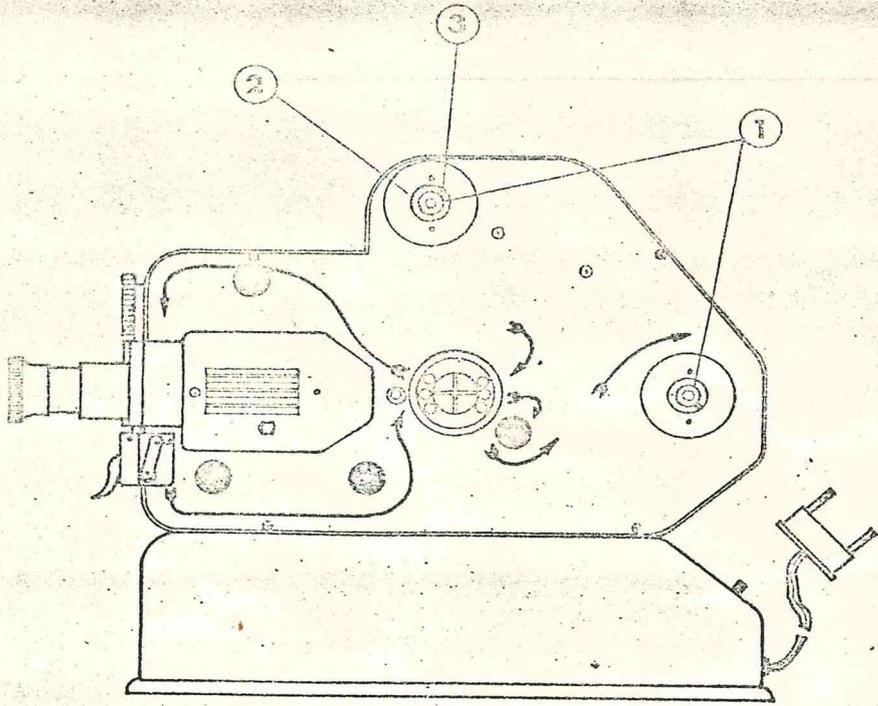
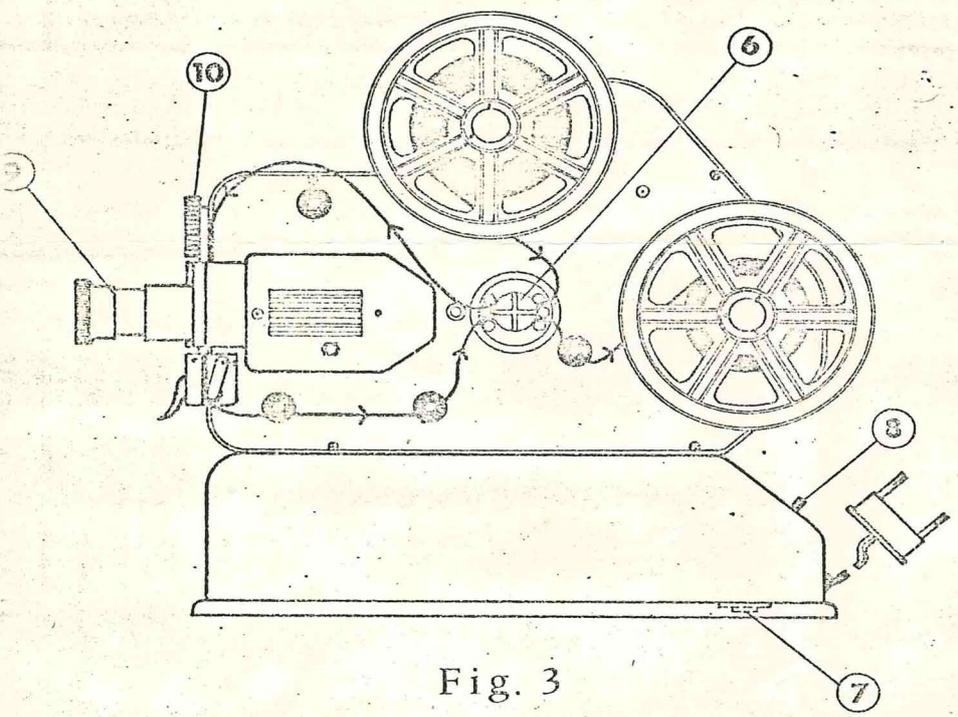

Fig. 1
Fig. 3
- 1 .- Quitense los 2 tapones del soporte de la bobina (nº 1 - fig. 1)
- 2 .- Colóquese la bobina que contiene la película, en la pieza nº 2 superior (ver fig. 1). Teniendo en cuenta, que las perforaciones de la película, deben quedar en la parte interior, y que la pestaña nº 3 de dicha pieza coincida con una de las ranuras de la bobina. A continuación, colóquese el tapón de sujección.
- 4 .- A continuación, pásese la película, siguiendo las directrices de la flecha del proyector, como se indica en la fig. 1 (procurando que no se cruce la película en la pieza nº 6 - fig. 3).
- 5 .- El extremo de la película que ha quedado, bobínese en la parte inferior como indica la fig. 3 en la situación de la flecha.
- 6 .- Antes de conectar el aparato, compruébese, si el selector de tensión se encuentra en la posición correcta de la tensión de la red : 125 ó 220v. El selector de tensión, se encuentra en el pie ó base del proyector (nº 7 fig. 3). Para colocarlo en la posición deseada, introdúzcase una moneda en la ranura, y gírese a derecha ó izquierda y aparecerá la numeración: 125 ó 220 .
- 7 .- Una vez realizada la operación anterior, deslizar el interruptor de puesta en marcha (nº 8 - fig. 3). En él van indicadas las posiciones de parada, motor y luz. Según se desee bobinar cinta, ó proyectar.
- 8 .- Se puede proyectar aproximadamente, hasta 4 m. de distancia, y el enfoque de la película, se realiza, introduciendo ó sacando el objetivo, girando lo lentamente (nº 9 - fig. 3), hasta conseguir la nitidez de imagen que se considere ideal.
- 9 .- Si el encuadre, no es correcto, gírese la ruedecita (nº 10 - fig. 3) hasta que resulte perfecto.